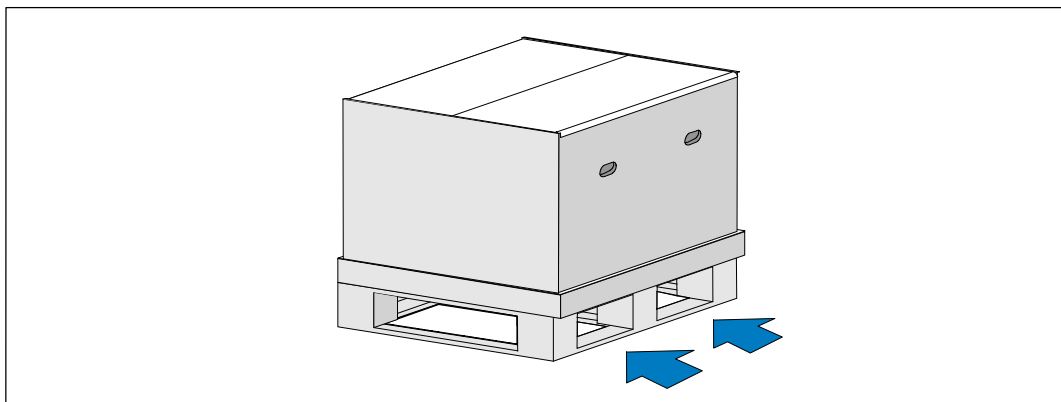

Figura 3. Levantamiento de la tarima con la caja de embarque
- 1 Mediante el uso de un montacargas o gato para tarimas, mueva la caja de embarque y la tarima cerca del bastidor donde instalará el UPS (véase Figura 3).